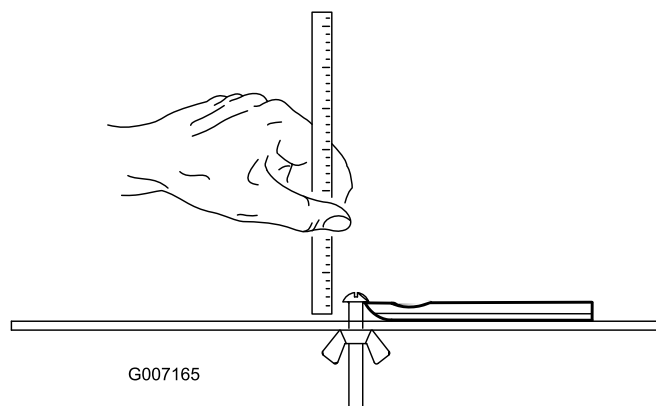

図 34
**注** どのベッドナイフでも、その使用限界はベッドナイフの底面を基準として判断します 図 34。